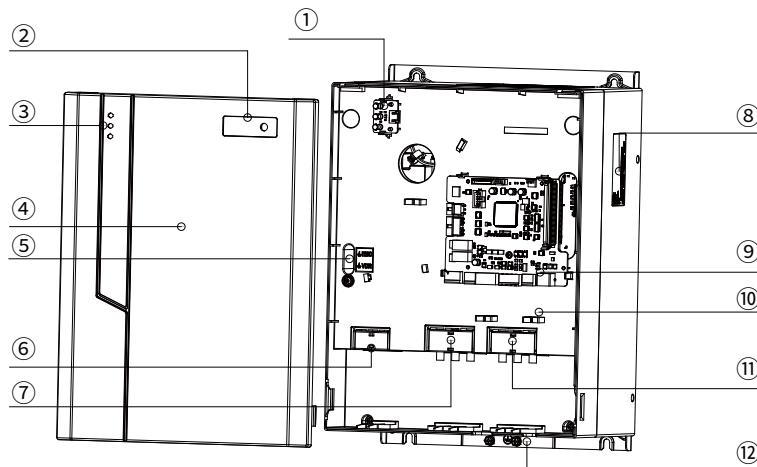

图 1-2 部件示意图【CP650-4T18.5-H~CP650-4T22-H】
- 图 1-2 以 CP650-4T18.5-H~CP650-4T22-H 机型为例介绍产品部件，其他功率段机型部件说明请以实物为准。